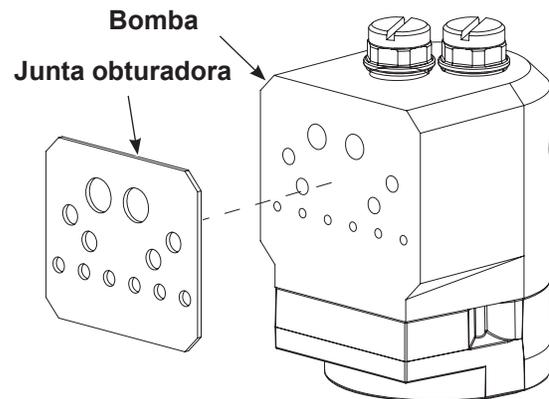

Figura 27 Sustitución de la junta obturadora de la bomba
- Ver la figura 27. Retirar la junta obturadora de la bomba.